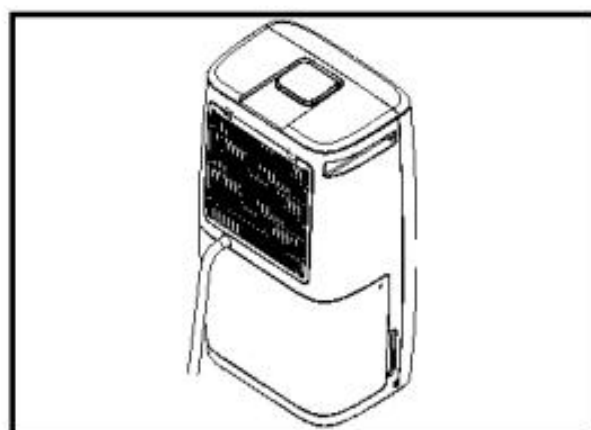

Fig. 6
2. Csatlakoztasson egy 11 mm átmérőjű csövet (nem tartozék) az elvezető nyílásba (Fig. 6).